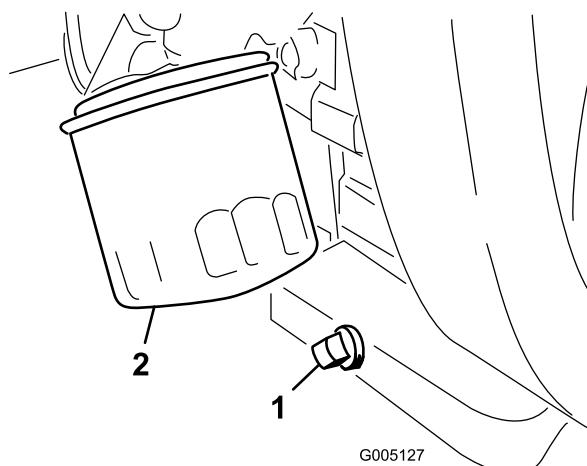

Figure 49
1. Retirez le bouchon de vidange (Figure 49) et laissez couler l'huile dans un bac de vidange. Remettez le bouchon quand la vidange est terminée.
- Déposez le filtre à huile (Figure 49). Appliquez une fine couche d'huile sur le joint du filtre de recharge.